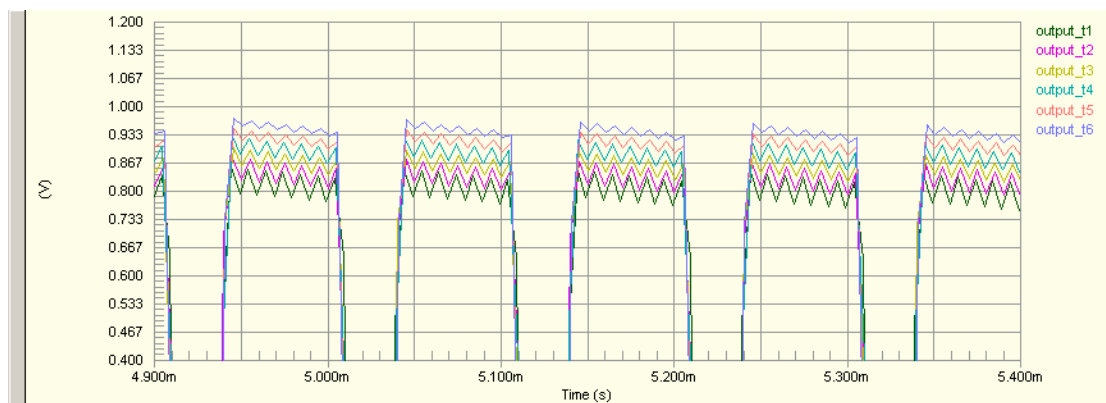

图 6.26 放大后的曲线图
(8) 使用鼠标在温度扫描分析结果曲线中合适位置按下左键，拖曳框出需要放大的区域曲线，释放鼠标后鼠标框出的区域将被放大到整个曲线图区域，放大后的曲线图如图 6.26 所示。